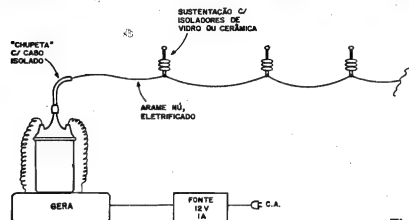

Fig.9
- FIG. 9 - USANDO O GERA COMO "ELETRIFICADOR DE CERCAS" - Outras utilizações, mais práticas e menos "experimentais", também podem ser dadas ao GERA... Uma delas é na função de eletrificador de cercas, dispositivo utilizado nas fazendas de pecuária, para conter ou direcionar o gado em locais ou caminhos específicos... Nessa adaptação (conforme mostra o diagrama) não será aplicado o eletrodo de "terra" do centelhador (na verdade, não se pretende obter a centelha, aproveitando-se apenas a AP presente no terminal central da bobina de ignição...). O arame a ser eletrificado deverá ser sustentado, a espaços regulares, por isoladores de cerâmica ou vidro, de boa qualidade, presos aos mourões (de madeira ou concreto...). A ligação ao GERA deve ser feita através de um cabo de AT, emborrachado até o ponto de junção ao dito arame, e dotado da conveniente "chupeta" de ligação (um "cabo de vela" convencional de veículo, eventualmente "alongado" através de uma extensão muito bem isolada...). Uma fonte de 12VCC x 1 ou 2 ampéres, ligada à C.A., poderá alimentar o conjunto de forma ininterrupta... Em locais onde a energia C.A. não tenha rede de distribuição, o conjunto poderá também ser alimentado por baterias automotivas de 12V, por sua vez "carregadas" via geradores eólicos, geradores hidroelétricos movimentados por rodas d'água ou mesmo painéis foto-elétricos...